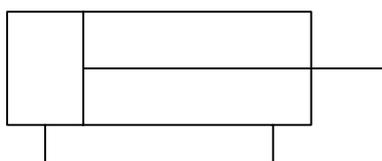

図 1
- (6) 低圧検電器は、左手（心臓から近い方の手）で持つ。(タ)
- (7) 自己保持回路は、電磁接触器（MC）自身の b 接点で、電磁コイルの励磁回路を構成するものである。(チ)
- (8) 一般に速度制御弁（スピードコントローラ）を使用する場合、速度制御が優れているメータイン回路を採用する。(ツ)
- (9) 図 1 に示す図記号は、単動シリンダを示す。(テ)